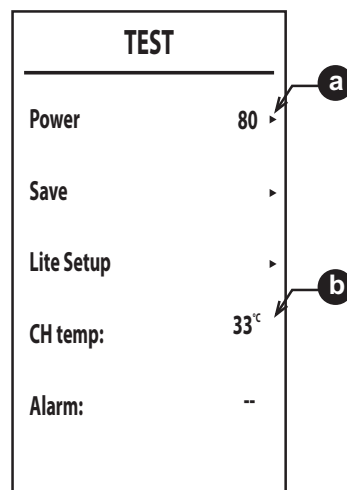

рис. 39
- Используя кнопки отопления, просмотрите первые 3 позиции (Power, Save, Lite Setup - рис. 39) и нажмите кнопку , чтобы подтвердить свой выбор.